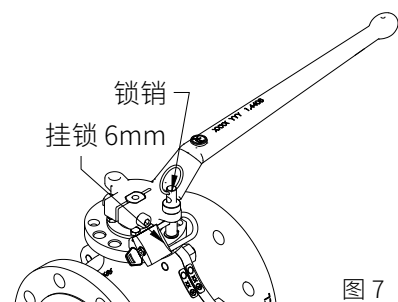

图 7
2. 使用带 6 毫米锁柄的挂锁，将锁柄插入手杆凸出部分下锁销的孔中 (图 7)。